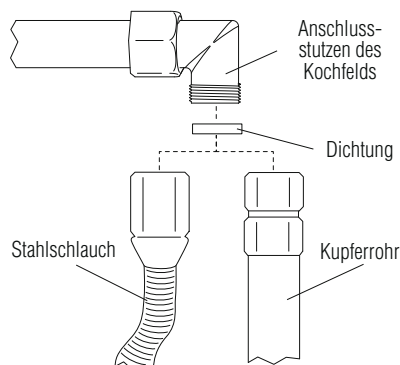

Abb. 6: Anschluss an die Gasversorgung
**Der Anschluss an die Gasversorgung kann mit einem Kupferrohr oder mit einem Stahlschlauch** mit nahtloser Wand und gemäß den Vorschriften der geltenden Normen [Abb. 6] ausgeführt werden. Auf jeden Fall **muss jedes Rohr, das an die Gasleitung angeschlossen wird, mit einem Sicherheits-**